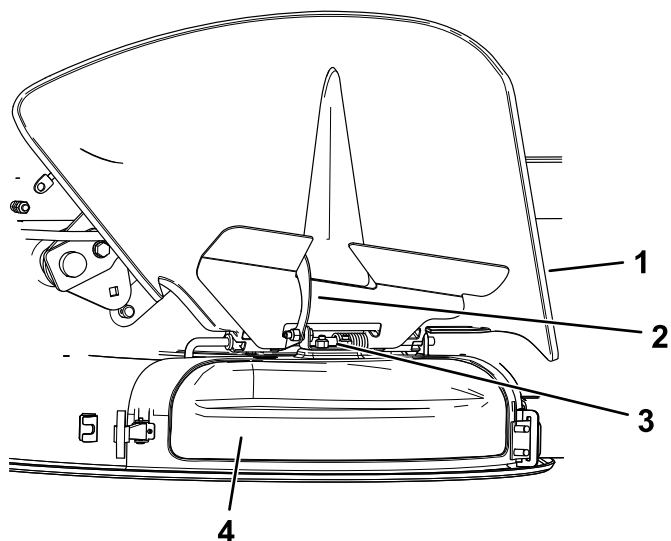

Figura 15
4. Solte o trinco em forma de gancho na parte superior da cobertura de descarga da haste de articulação (Figura 15).
- Na parte superior da cobertura de descarga, engate o trinco em forma de gancho em torno da haste de articulação do conjunto do defletor (Figura 15).